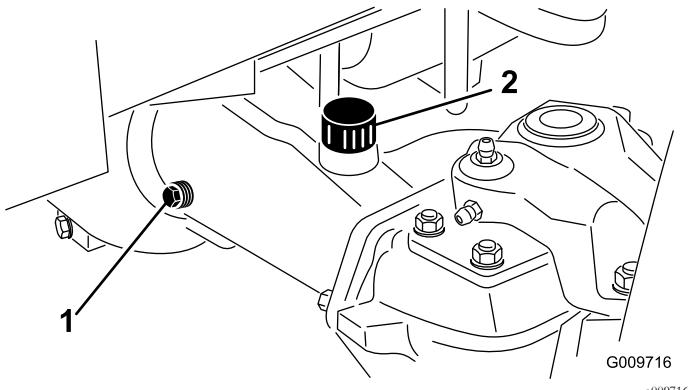

Bild 56
- Entfernen Sie eine Prüfschraube aus einem Ende der Achse (Bild 56) und stellen sicher, dass das Öl die Unterseite des Lochs erreicht.
**Hinweis:** Entfernen Sie bei niedrigem Ölstand die Füllschraube (Bild 56) und füllen genug Öl ein, um den Stand bis an die Unterseite der Prüfschraubenöffnungen anzuheben.